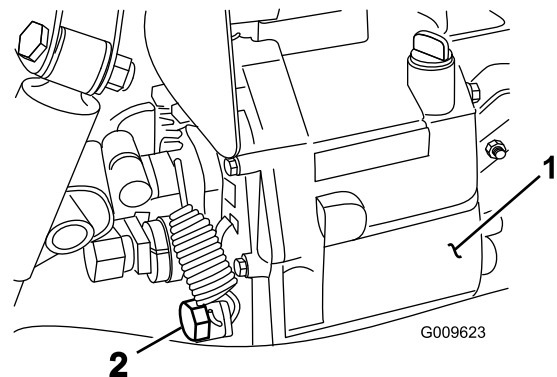

Figure 66
2. Enlevez le bouchon de vidange sur le côté du réservoir et faites couler le liquide hydraulique dans un bac de vidange (Figure 66).